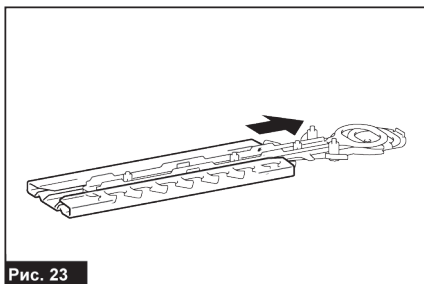

Рис. 23
2. Установите чехол для лезвия на режущие ножи (рис. 23).